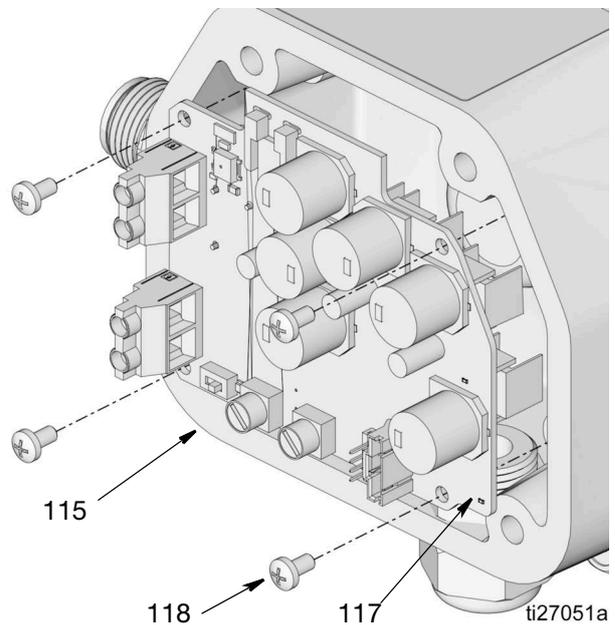

图 68
- 9. 拆除将电机控制板 (117) 固定到壳体 (115) 的螺丝 (118) (图 68)。